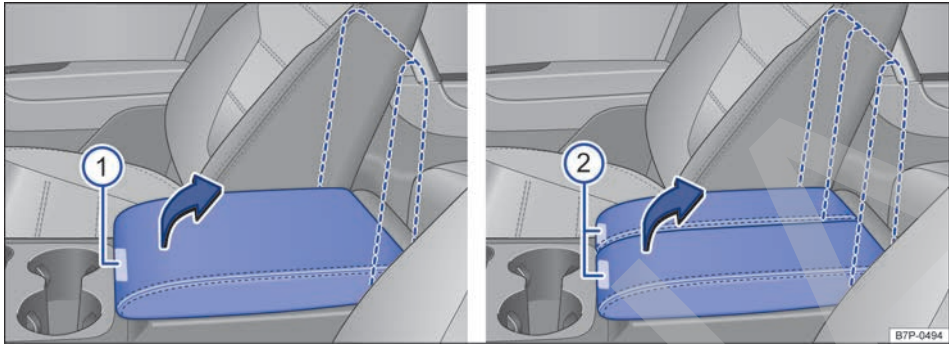

Fig. 203 En el reposabrazos central delantero: apertura del portaobjetos.
Para *abrir* el portaobjetos, presione la tecla → fig. 203 ① o ② y levante el reposabrazos en el sentido de la flecha.